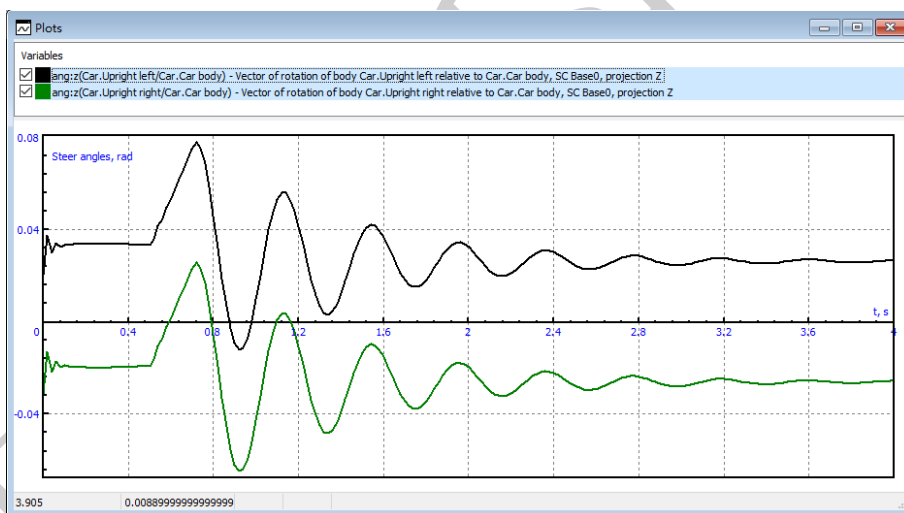

图 1.16
5. 点击 **Integration**, 开始仿真, 仿真结果如图 1.16 所示。